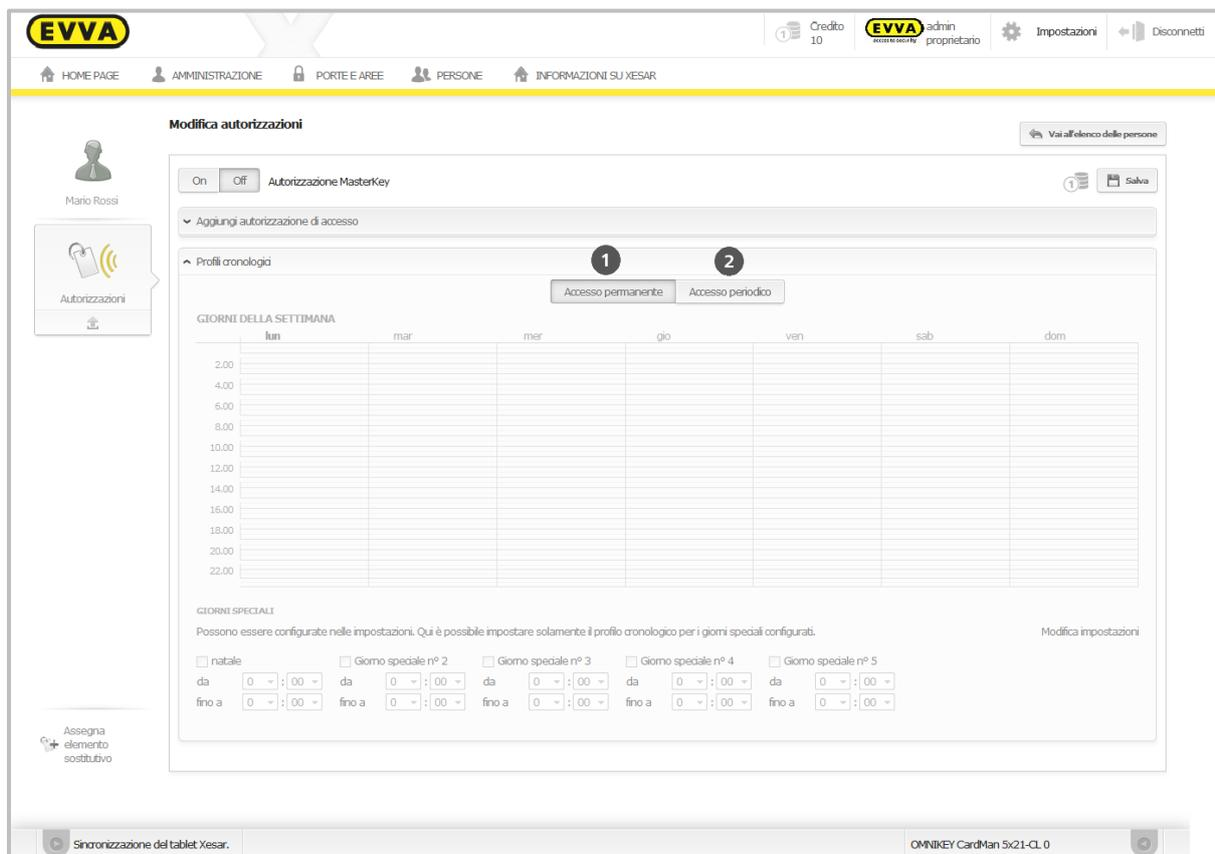

Figura 109: Impostazione dell'autorizzazione di accesso per una persona
L'impostazione **Profili cronologici** consente di assegnare alla persona selezionata un profilo cronologico illimitato o limitato. Impostare l'**Accesso permanente** ❶ oppure l'**Accesso periodico** ❷ per la persona come segue (Figura 109: Impostazione dell'autorizzazione di accesso per una persona):